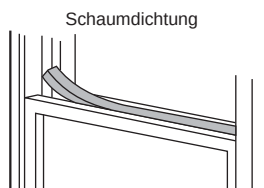

Abb.11
5. Schneiden Sie die Schaumdichtung auf eine geeignete Länge ab und dichten Sie den offenen Spalt zwischen dem oberen und dem unteren Fensterflügel ab (Abb.11).